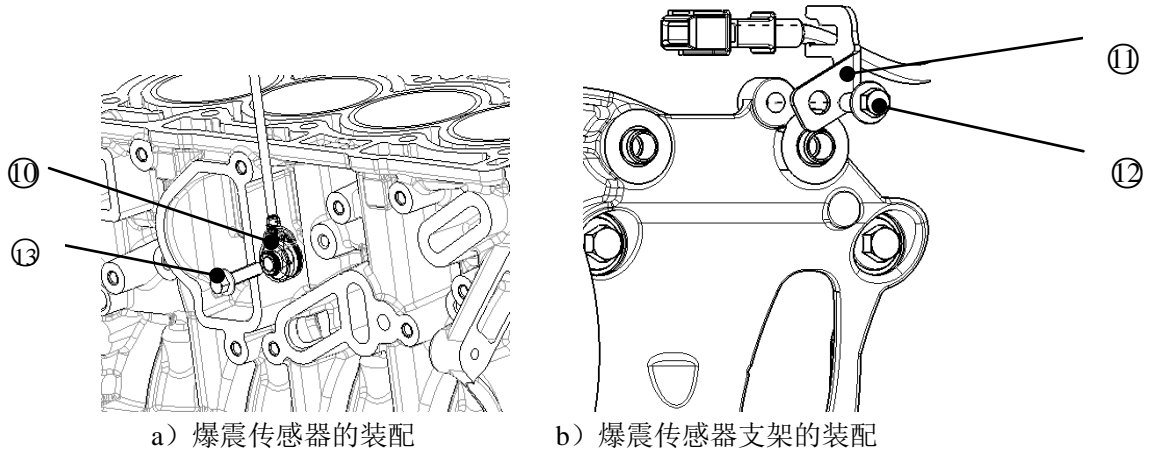

图 12 爆震传感器及爆震传感器支架安装示意图
- 将爆震传感器 ⑩ 头部金属部分按图示方向贴合缸体安装面，对齐螺栓孔；
- 取一颗六角法兰面螺栓 ⑬，并将爆震传感器 ⑩ 固定在缸体上，保持爆震线束引出且竖直向上；
- 将爆震传感器支架 ⑪ 按照图示位置放在空压机支架上，对齐螺栓孔如图 12-b)；
- 取一颗六角法兰面螺栓 ⑫，将爆震传感器支架固定到空压机支架上，拧紧螺栓 ⑫ 并复紧，如图；